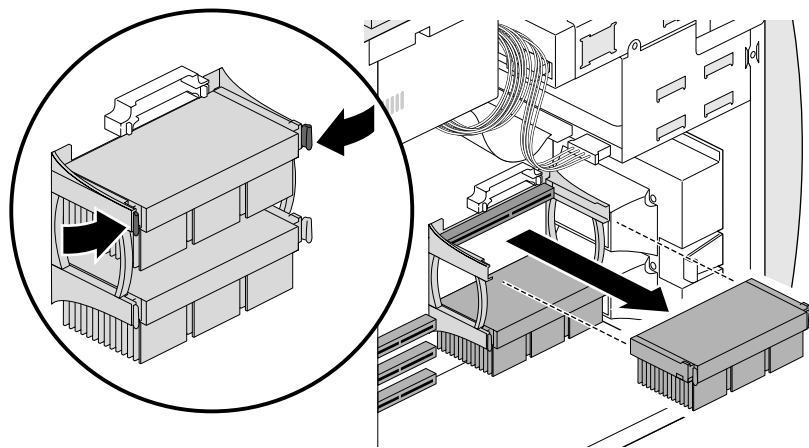

图 6-9 拆除处理器
6. 向内推进处理器边缘上的门锁，然后将该处理器拉出系统。具体操作如图 6-9 所示。